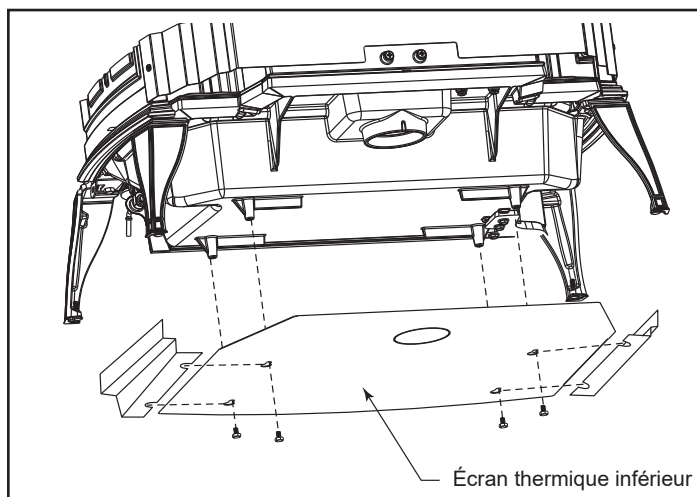

Figure 3.5 – Montage de l'écran thermique inférieur.
1. Installez les (4) boulons hexagonaux de 1/4-20 x 3/8 po préalablement retirés des supports de transport et insérez-les dans les quatre trous situés sous le poêle (figure 3.5).
2. Alignez les trous principaux dans l'écran thermique inférieur sur les quatre boulons à tête hexagonale précédemment insérés dans la base (figure 3.5). L'ouverture pour l'arrivée d'air extérieur doit être dirigée vers l'arrière du poêle.
3. Attachez les côtés de l'écran thermique en faisant passer les encoches au-dessus des têtes des boulons. Serrez les boulons à tête hexagonale (figure 3.5).